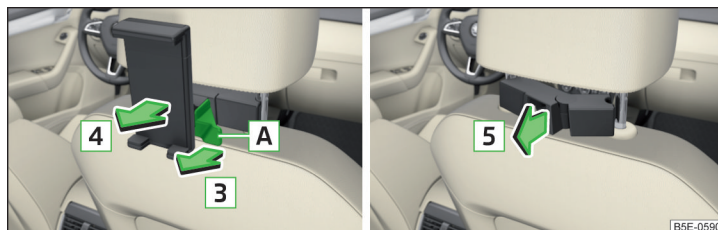

Fig. 106 Desinstalar soporte / retirar adaptador
- » Tirar en la tira de seguridad **A** en sentido de la flecha **3** » fig. 106.